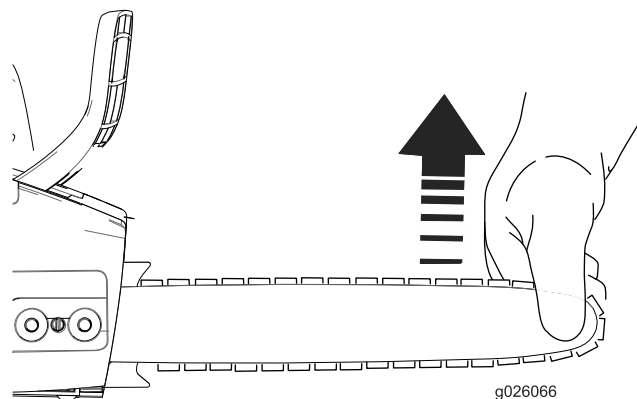

Figura 3
8. Levante la punta de la espada (Figura 3).